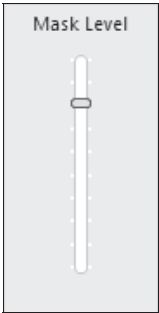

Рис. 8.16. Шкала глубины маскирования графиков
*фильтрацией волны.* Команда **Mask Level**, запускаемая из правого нижнего угла обрамления главного окна программы, позволяет управлять глубиной маскирования остальных, невыделенных кривых. Эта команда открывает панель с движком (рис. 8.16), положение которого и определяет уровень затенения всех кривых, кроме выделенной.